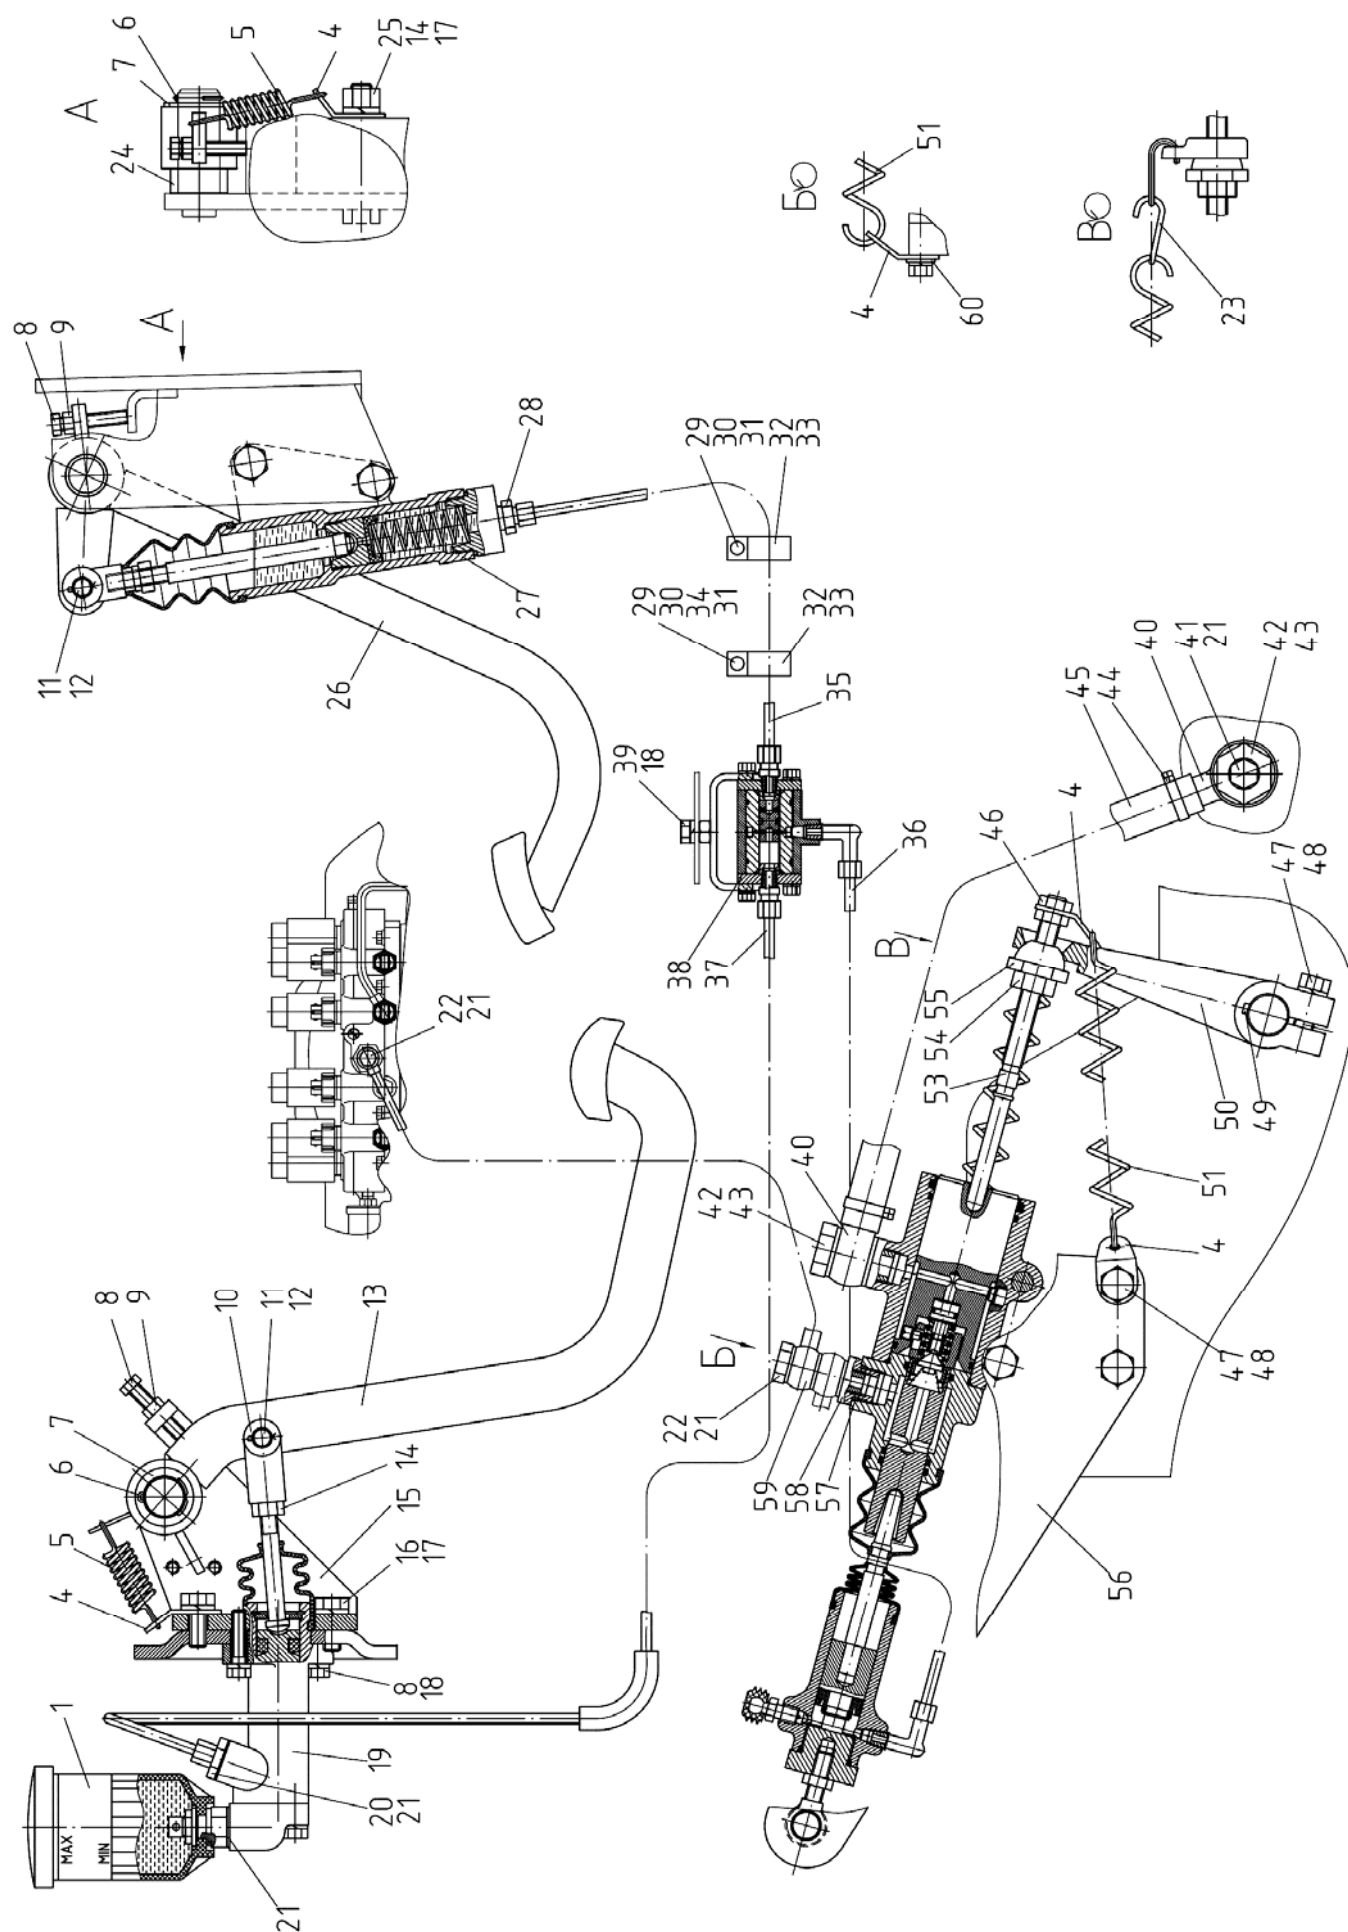
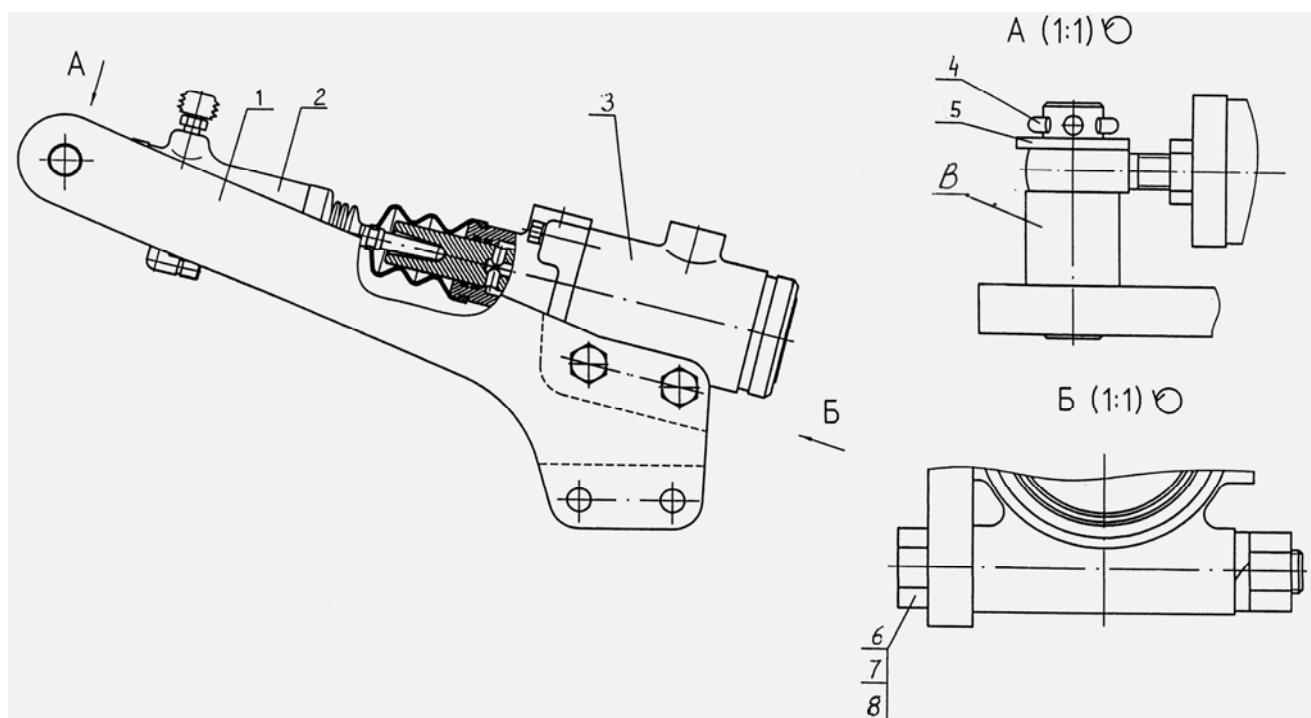
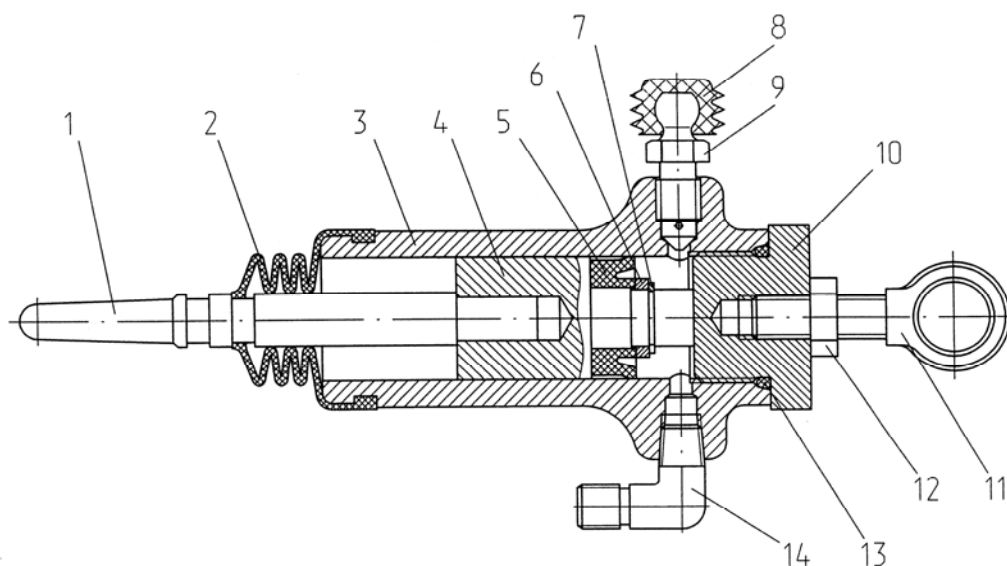

Рис.4.14. Управление сцеплением.
Рис.4.15. Гидроусилитель.
Рис.4.19. Цилиндр рабочий.
Разборку узлов управления сцеплением, (рисунок 4.14) производите в следующей последовательности:
1.1) снимите крышку в бачке (1), (рисунок 4.14), снимите защитный колпачок (8), (рисунок 4.19), с рабочего цилиндра;
1.2) наденьте на штуцер (9), (рисунок 4.19), один конец шланга, а другой конец опустите в чистый сосуд;
1.3) отверните штуцер (9), (рисунок 4.19), на пол-оборота:
1.3.1) нажмите на педаль (13), (рисунок 4.14), пока жидкость не будет удалена из гидравлической системы на прямом ходу;
1.3.2) нажмите на педаль (26), (рисунок 4.14), пока жидкость не будет удалена из гидравлической системы на реверсе;
2.1) отсоедините трубопроводы (35),(36),(37), (рисунок 4.14), между краном, главными и рабочими цилиндрами, отвернув накидные гайки;
2.3) снимите главный цилиндр прямого хода (19), (рисунок 4.14), с бачком (1) с кабины трактора, отвернув два болта (8);
2.4) снимите бачок (1), (рисунок 4.14), отвернув его за штуцер (21);
2.5) отсоедините толкатель главного цилиндра (27), (рисунок 4.14), от педали (26), вынув палец (12);
2.6) снимите главный цилиндр (27), (рисунок 4.14), с кабины трактора, отвернув два болта (25);
2.7) снимите кран (38), (рисунок 4.14), с кабины трактора, отвернув два болта (39);
2.8) снимите две пружины (51), (рисунок 4.14), с рычага (50) и ушка (4);
2.9) отсоедините трубопровод (59), (рисунок 4.14), шланг (45) от гидроусилителя, отвернув болты (22), (42);
2.10) снимите кронштейн (56), (рисунок 4.14), с гидроусилителем и рабочим цилиндром с корпуса сцепления, отвернув болты (47);
2.11) отверните два болта (6), (рисунок 4.15), снимите гидроусилитель (3) с кронштейна (1);
2.12) выньте шплинт (4), (рисунок 4.15), снимите рабочий цилиндр (2);
6) разберите рабочий цилиндр, (рисунок 4.19), для чего:
6.1) снимите чехол (2), (рисунок 4.19), с корпуса (3), выньте поршень (4);
6.2) снимите стопорное кольцо (7), (рисунок 4.19), и манжету (5);
6.3) отверните крышку (10), (рисунок 4.19), снимите кольцо (13);
9) при установке гидроусилителя (3), (рисунок 4.15), и рабочего цилиндра (2) на кронштейне (1) необходимо обеспечить зазор между штоком рабочего цилиндра и толкателем гидроусилителя, для чего;
9.1) закрепите гидроусилитель (3), (рисунок 4.15), на кронштейне (1) болтами (6);
9.2) установите шток (1), (рисунок 4.19), в крайнее положение до упора в крышку (10);
9.4) вращая опору (11), (рисунок 4.19), рабочего цилиндра, совместите ось отверстия опоры с осью кронштейна «В», (рисунок 4.15), после чего вверните опору (11), (рисунок 4.19), на пол-оборота и законтрите гайкой (12);
9.5) установите рабочий цилиндр на ось кронштейна «В», (рисунок 4.15), и зашплинтуйте.
Перед сборкой главного цилиндра прямого хода (19), (рисунок 4.14), главного цилиндра реверса (27), крана (38), рабочего цилиндра (2), (рисунок 4.15), трущиеся поверхности смажьте тонким слоем тормозной жидкости «Нева-М» ТУ 2451-053-36732629-2003. Не допускайте попадание на детали минерального масла, бензина, керосина, и дизельного топлива, так как эти вещества приводят к разбуханию резиновых уплотнений.